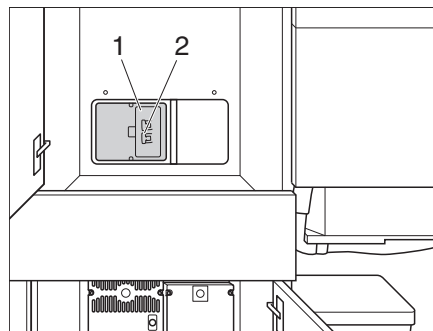

Figure 43 Disjoncteur automatique de 230 V
Le courant de bord de 230 Volts (raccordement extérieur) est équipé d'un disjoncteur (Figure 43). Celui-ci sert surtout à la protection des câbles. La boîte à fusibles se trouve dans l'armoire encastrée sous un portillon. Le disjoncteur se déclenche en cas de court-circuit et de surcharge dans le réseau de ligne.
- Ouvrir le volet de fermeture (Figure 43,1).
Le raccordement 230 V est protégé par un disjoncteur automatique bipolaire (Figure 43,2).
- ▷ Le disjoncteur différentiel (Figure 43,2) 230 Volt doit être actionné une fois par an pour éviter que le mécanisme ne « colle » et que la durée de déclenchement ne soit prolongée.